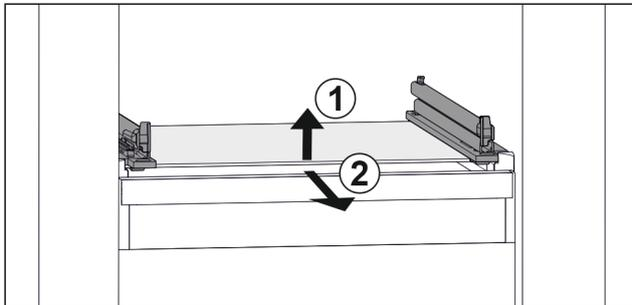

Fig. 139 Representación de la placa de vidrio a modo de ejemplo
- ▶ Levante la placa de vidrio por delante. Fig. 139 (1)
- ▶ Retire la placa de vidrio hacia delante. Fig. 139 (2)